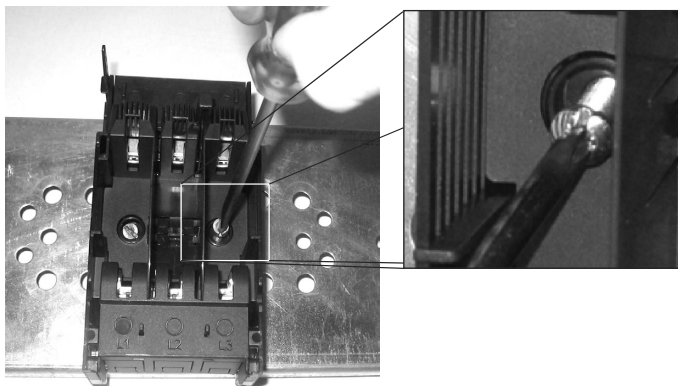

Figura 8
- Fije la seccionadora con tornillos M6 (Figura 8);